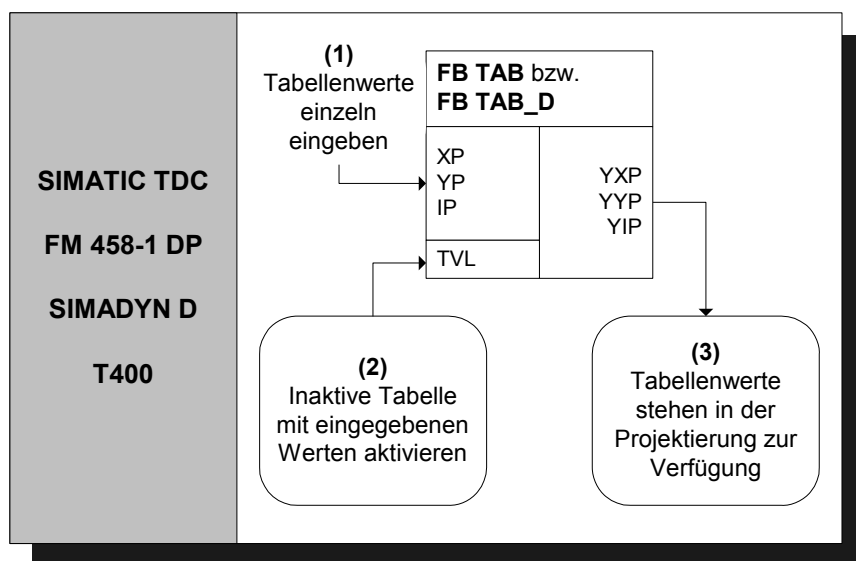

Bild 4-30 Prinzipielle Vorgehensweise im "Handbetrieb"
- **Handbetrieb:** d.h. die Tabellenwerte werden direkt über eine Online-Schnittstelle (z.B. CFC im Testmodus) am Baustein eingegeben oder mittels Teach-in aus dem Programm heraus an den Baustein weitergegeben. (Vgl. Bild 4-30)